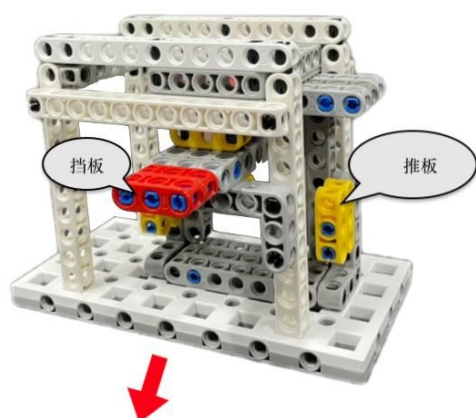

图 1-6-1：初始状态
1.6.1 高密度电池模型的初始位置位于位置三、方向和位置为固定的，红色箭头为模型的正面朝向。电池在平台上，挡板在模型的左侧处于吸附关闭状态，如图 1-6-1 所示。